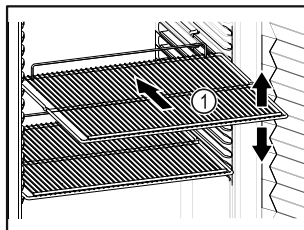

Fig. 54
- Ha a tároló rácsok Fig. 54 (1) áthelyezhetők, akkor igazítsa be őket a kívánt magasságnak megfelelően.